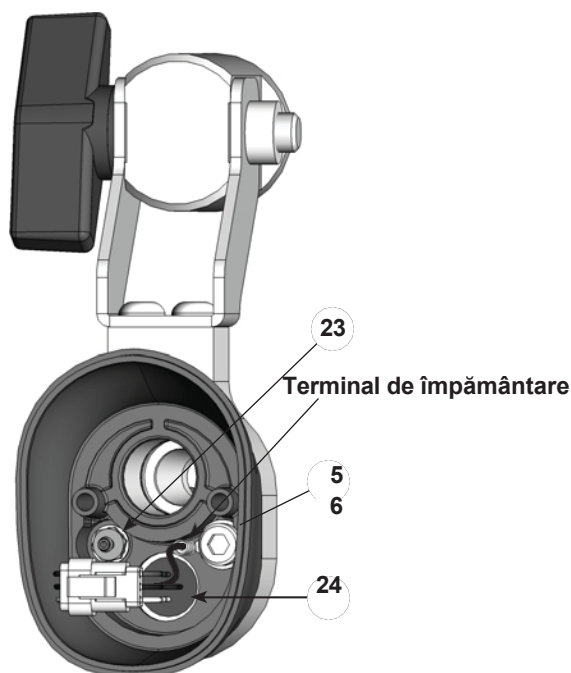

Figura 7-3 Demontarea pistolului – Înlocuirea receptorului de cablu și a fittingului cu barbă
5. Introduceți o șurubelniță mică cu lamă plată în fanta de pe conectorii cablajului și separați cablajul receptorului (24) de cablajul sursei de alimentare.
6. A se vedea figura 7-3. Deconectați tubulatura de spălare cu aer transparent de la racordul cu spini (23) în interiorul corpului din spate.
- a. A se vedea figura 7-3. Utilizați o cheie hexagonală de 4 mm pentru a îndepărta șurubul cu cap hexagonal (25) și șaiba (26) și deconectați borna de masă.
- g. A se vedea figura 7-3. Conectați borna de masă la capacul de capăt cu șurubul cu cap hexagonal și șaiba (25, 26).
16. A se vedea figura 7-3. Conectați tubulatura de spălare cu aer la racordul cu spini, iar cablul de alimentare la cablajul de alimentare la cablajul receptorului de cablu.